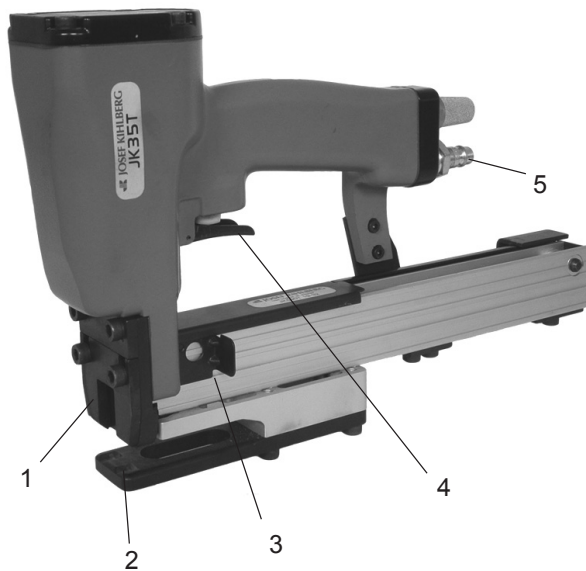

Fig. 1
2. und den Abzug (Fig. 1/4) ziehen.